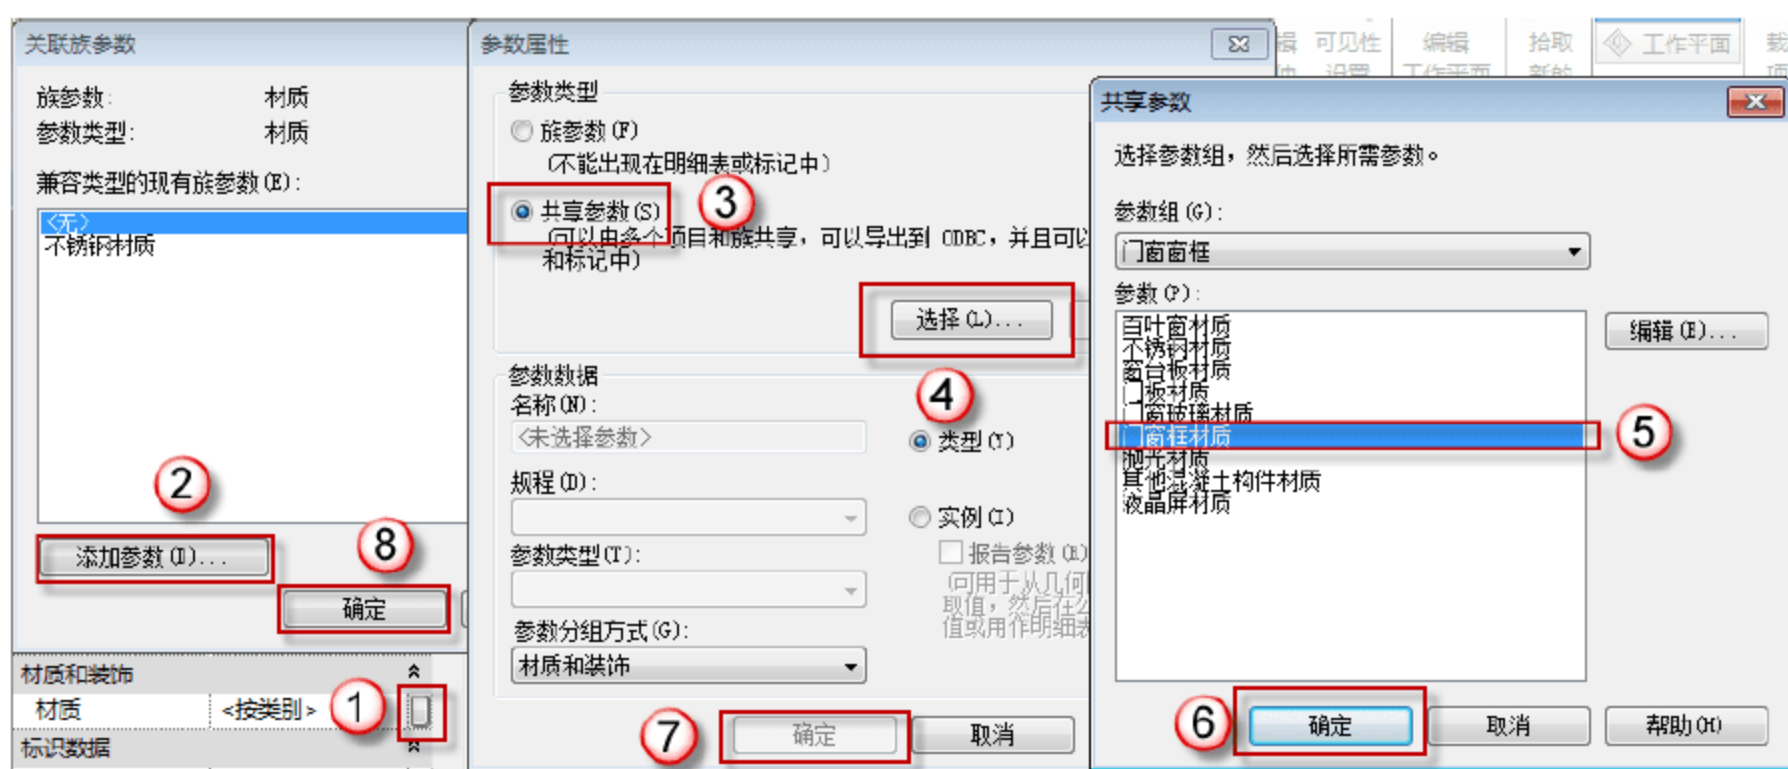

图 8.4.5 设置电梯门框材质
(5) 设置电梯门框材质。选中电梯门框，单击“属性”面板中“材质”栏中的“关联族参数”按钮，在弹出的“关联族参数”对话框中单击“添加参数”按钮，在弹出的“参数属性”对话框中选中“共享参数”单选按钮，再单击“选择”按钮，在弹出的“共享参数”对话框的“参数”列表框中选择“门窗框材质”选项。最后单击“确定”按钮，完成电梯门框材质的设置，如图 8.4.5 所示。